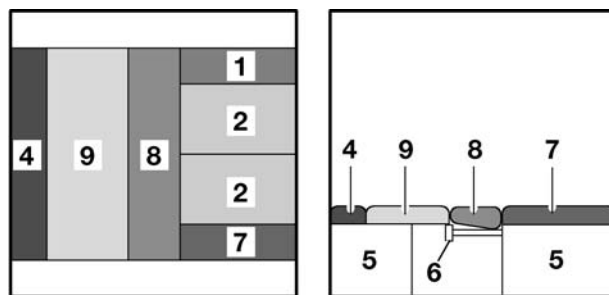

Fig. 91 Dopo la trasformazione
- Piazzare il cuscino aggiuntivo (Fig. 91,4) tra il cuscino del divano (Fig. 91,9) e la parete esterna.
- Appoggiare il cuscino dello schienale (Fig. 91,8) sulle due prolunge dei cassoni letto.